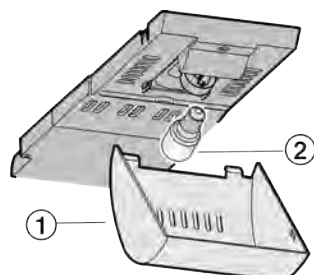

Fig. 12
- ▶ Kryt *Fig. 12 (1)* uchopte vpředu a vzadu vyhákněte.
- ▶ Žárovku *Fig. 12 (2)* vyměňte.
- ▶ Kryt *Fig. 12 (1)* zase nasadíte.